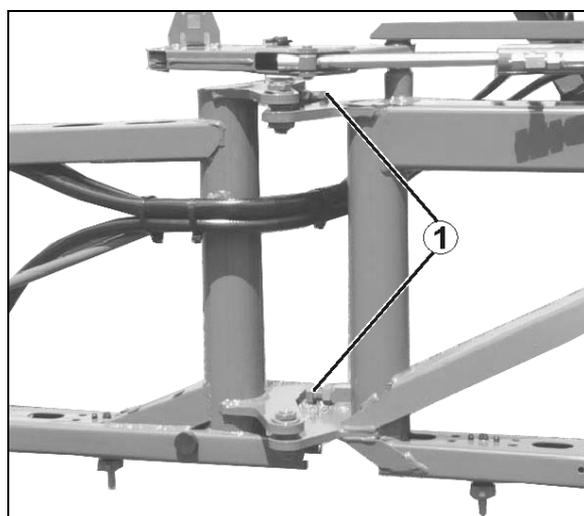

Рис. 156
1. Отвинтите контргайку регулировочных винтов (Рис. 156/1).